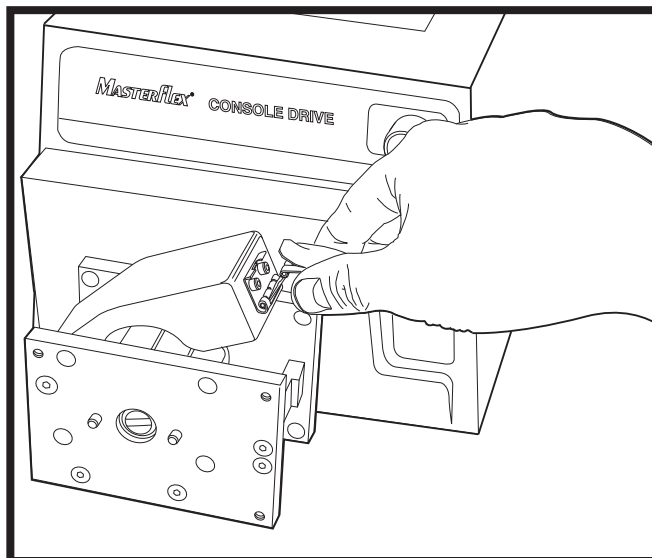

Figura 5: Allentare il fermo e aprire lo sportello della chiusura.
1. Allentare il fermo e aprire lo sportello della chiusura (figura 5);